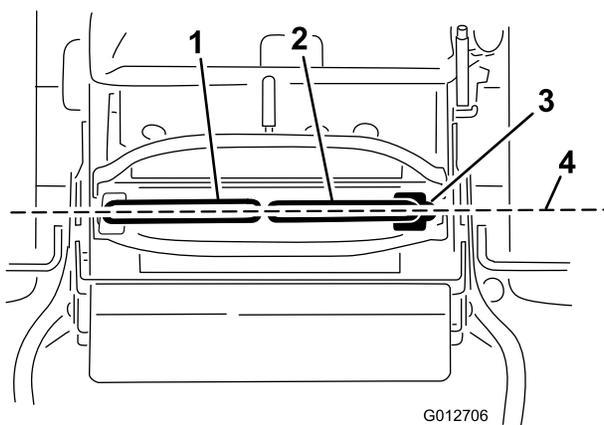

図 66
**重要** 走行コントロールレバーの調整を行った後は、走行状態を確認してください 図 66。
1. 水平調整が終わったら、両方の走行コントロールレバーを前方に少し押して各リンクの遊びをなくし、その状態で両レバーが前後に揃っているかどうかを点検する 図 66。